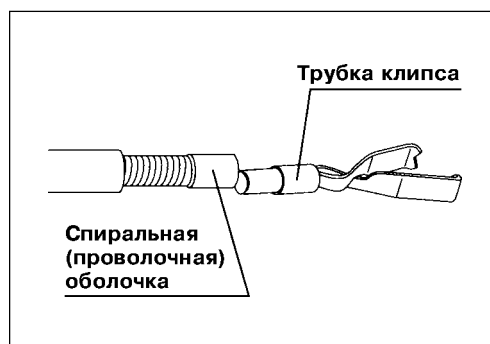

Рис.3.13.
7. Если трубка клипса располагается под углом по отношению к дистальному концу спиральной (проволочной) оболочки (как показано на рис. 3.13), не следует пытаться её втянуть форсированно. Необходимо ослабить натяжение клипса рукой, после чего следует повторно переместить ползунок в проксимальном направлении и втянуть трубку клипса в отверстие на дистальном конце спиральной (проволочной) оболочки.